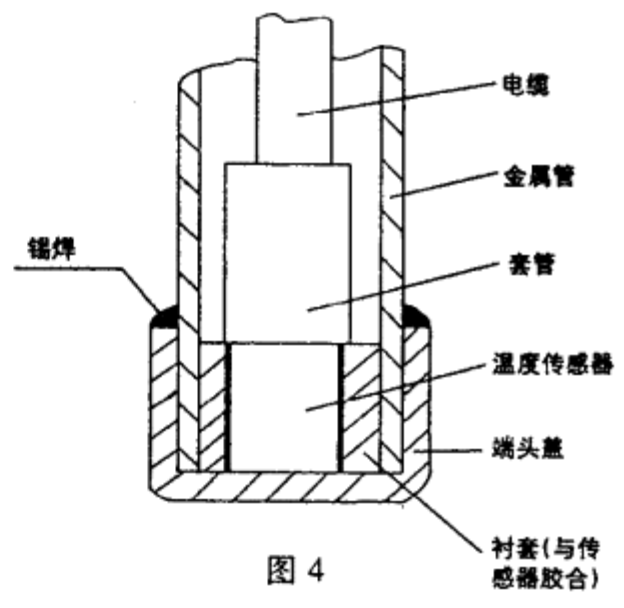

图4
2. 传感器探头的制作。若测量点是固定的,可将温度传感器直接粘贴在被测表面上,用屏蔽电缆线将信号引出至数字万用表,或者按图2所示作一块安装板,用两个M3螺钉固定在被测量表面。若是作成便携式,则可按图3所示做一个测量探头,其内部结构如图4所示。▲